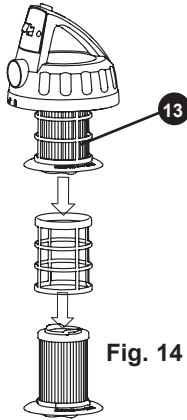

Fig. 14
2. Extraiga la cubierta del filtro del depósito (15). Véase la fig. 14.